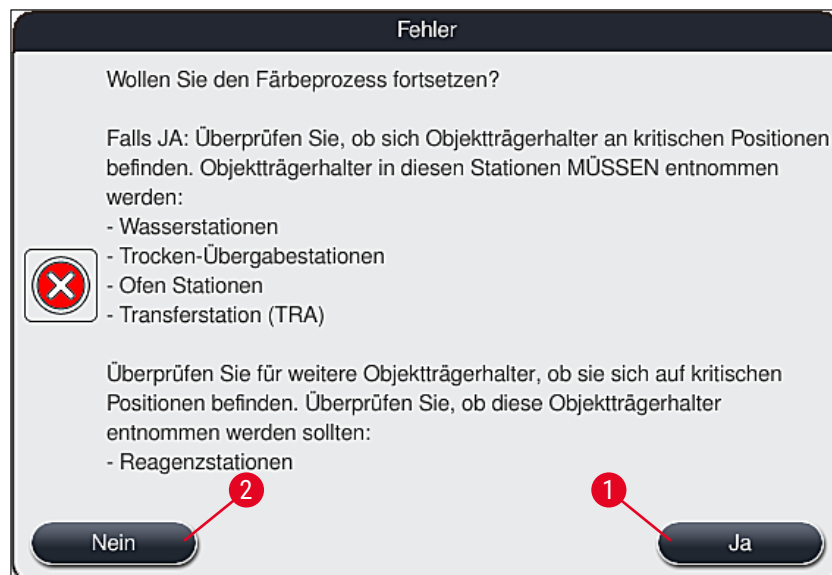

Abb. 112
4. Im Anschluss hat der Benutzer die Möglichkeit zu wählen, ob der Färbeprozess fortgesetzt (→ S. 144 – 8.2.2 Den Färbeprozess fortsetzen nach einem Stromausfall) oder abgebrochen (→ S. 145 – 8.2.3 Alle Färbeprozesse abbrechen nach einem Stromausfall) werden soll (→ "Abb. 112").
2. Entsprechend der vorangegangenen Meldung (→ "Abb. 112") die kritischen Objektträgerhalter aus dem Gerät entnehmen und die Entnahme durch Drücken der entsprechenden Station (→ "Abb. 113-1") auf dem Bildschirm bestätigen.
Der Abbruch des Färbeprozesses und die Rückkehr zum vorhergehenden Auswahlmü (→ "Abb. 112") kann durch das Drücken der Taste **Abbrechen** (→ "Abb. 114-2") widerrufen werden.